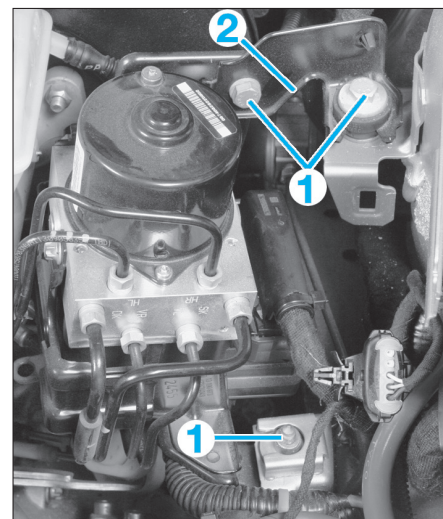

FIG. 2
- Déposer les 3 vis (1) du support de bloc ABS (2) (fig. 2).